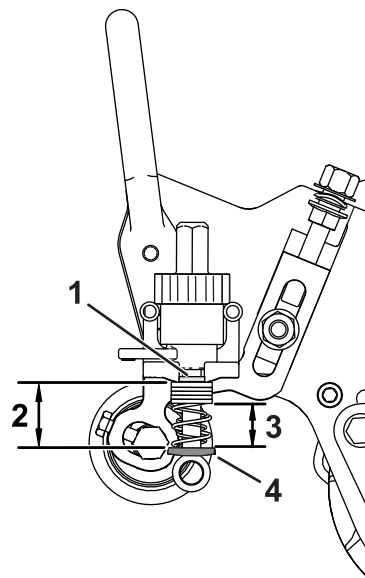

Figure 16
- Mesurez la distance entre les rondelles (longueur actuelle du ressort), comme montré à la Figure 16.